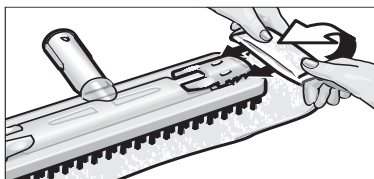

Fig. 3: Așezarea cârpei de șters
- Fixați cârpa de șters (G3) pe duza de curățare a podelelor (G1). Pentru aceasta, împăturiți cârpa de șters pe toată lungimea și așezați pe ea duza de curățare a podelelor. După aceea, trageți pe rând colțurile cârpei de șters, care ies în afară, și prindeți-le sub clemele de fixare (G2) (vezi fig. 3).